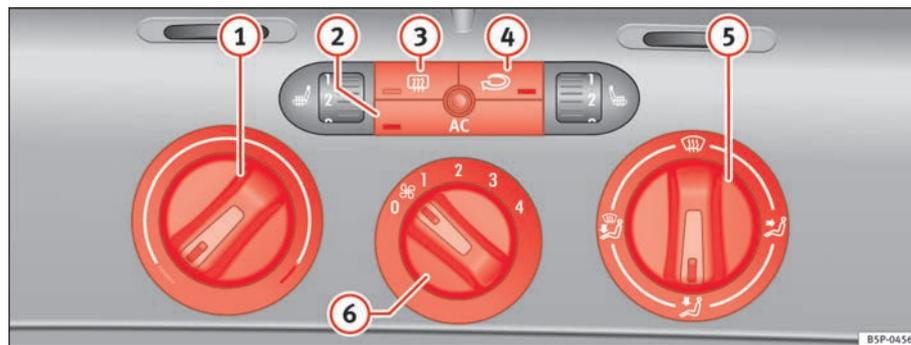

Fig. 126 Mandos del Climatic en el tablero de instrumentos
- Con los reguladores ⇒ fig. 126 ① y ⑤ y con el mando ⑥ se regula la temperatura, la distribución del aire y la velocidad de la turbina.
- Pulse la tecla ②, ③ o ④ para activar o desactivar la función correspondiente. Cuando la función está activa, la ventana situada en la esquina inferior de la tecla se ilumina.
① Regulador de temperatura ⇒ página 163
② Tecla **AC** – Encender o apagar el grupo refrigerador ⇒ página 163
- ③ Tecla – Luneta térmica. Esta función se apaga automáticamente aproximadamente 20 minutos después de haberla conectado. Se puede desconectar antes pulsando de nuevo la tecla.
- ④ Tecla – Recirculación de aire ⇒ página 165
- ⑤ Regulador de la distribución de aire ⇒ página 163
- ⑥ Mando de la turbina. El caudal de aire tiene 4 niveles de ajuste. La turbina debería funcionar siempre en el nivel más bajo cuando se circule a poca velocidad. ▶
- Encienda el climatizador con la tecla ⇒ página 162, fig. 126